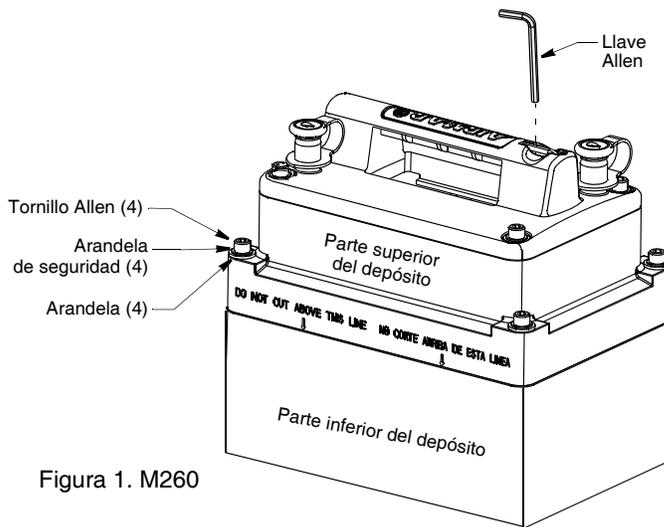

Figura 1. M260
1. El depósito se puede desarmar para montarlo en espacios reducidos. *No desarme el depósito salvo que sea necesario.* Si el depósito se va a montar como unidad, apriete ligeramente con la llave Allen que se incluye los tornillos Allen que sujetan las dos partes con una fuerza que no sobrepase 50 in-lb (Figura 1). **No la apriete en exceso.** (Utilice un destornillador plano para extraer la llave Allen del asa del transductor. Después de utilizarla, vuelva a colocar la llave Allen en el rebaje.)